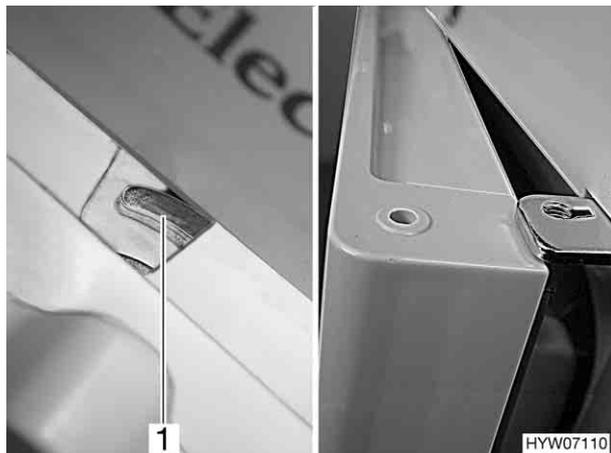

Bild 125 Kühlschrantür/Frosterfachtür in Lüftungsstellung (RM 7651)
- Verriegelung ganz nach rechts schieben. Die Kühlschrantür ist mit Hilfe der Türarretierung (Bild 125,1) fixiert. Die Kühlschrantür bleibt damit leicht geöffnet (Bild 125).